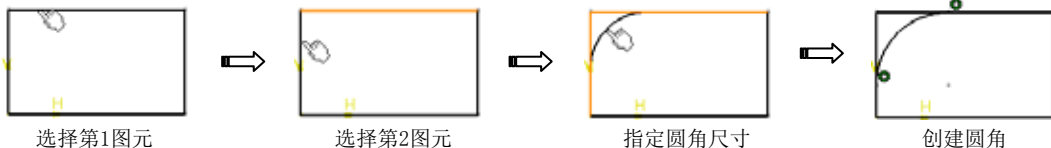

图5-6 不修剪
- ★ 不修剪：单击此按钮，创建圆角后将不修剪所选图元，如图5-6所示。